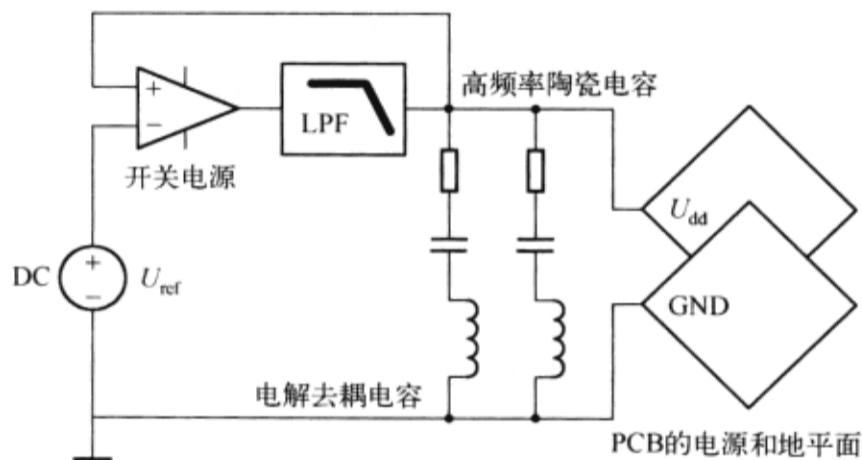

图 7-4-2 电源分配系统（PDS）
- (1) 集成电路变得越来越小，在其中集成了越来越多的晶体管，从而需要更低的偏置电压；
- (2) 时钟频率和数据读取速率的增加需要消耗更多的电能；
- (3) 在 PDS（如图 7-4-2 所示）设计中必须要考虑到不断增加的储存电荷。